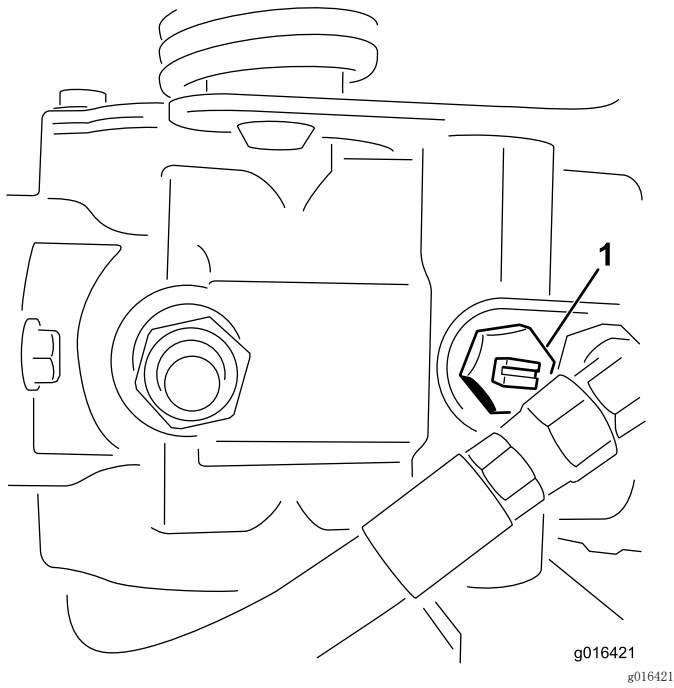

图27
1. 找到泵上的旁通阀，逆时针旋转 2 整圈（图27）。
2. 启动发动机之前，将旁通阀顺时针旋转 2 整圈，关闭旁通阀（图27）。